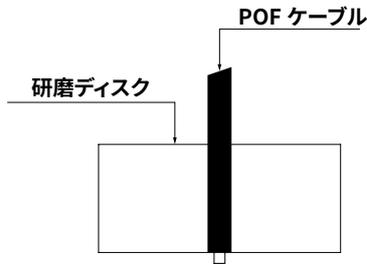

図. 1 - POFファイバークーブルを仕上げディスクに挿入
- 圧着前に、POFファイバーを仕上げディスク(CLDL DD)に差し込みます。(図1参照)